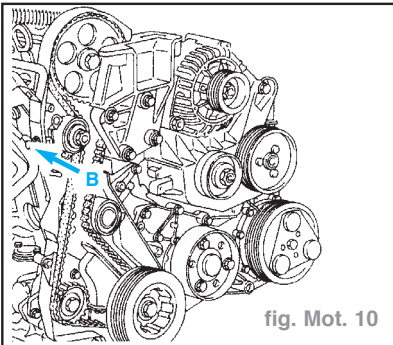

fig. Mot. 10
- Détendre la courroie de distribution en dévissant l'axe du galet tendeur et la vis (B) (fig. Mot. 10).